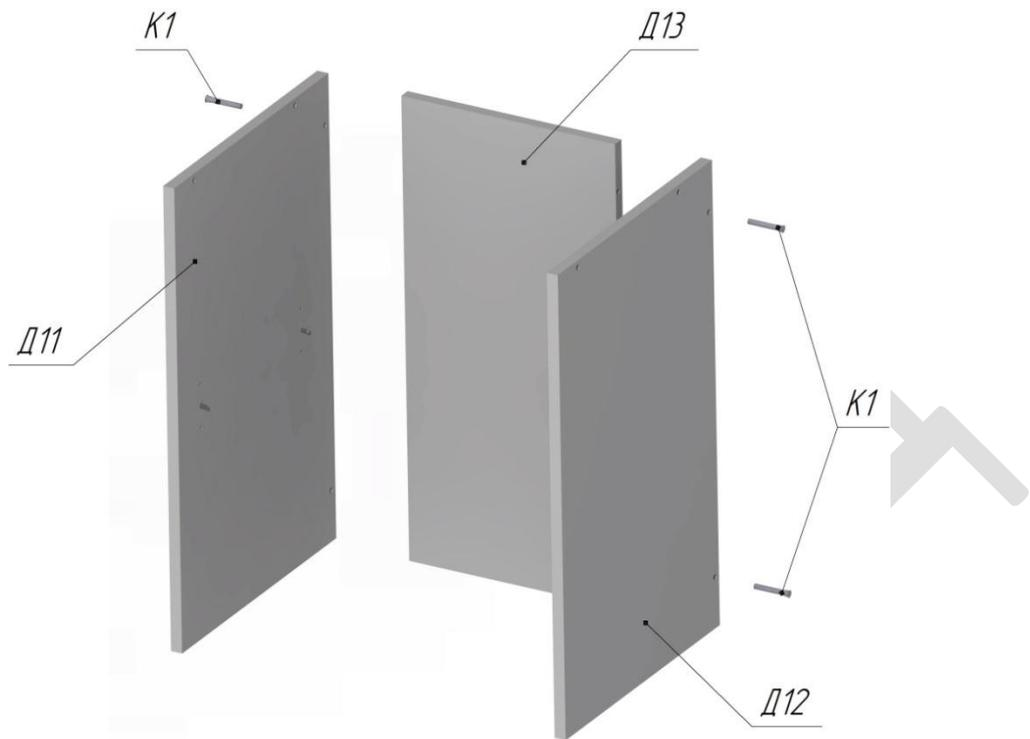

Рисунок 7
10. Соединить правую стенку Д12 и левую стенку Д11 с задней стенкой тумбы Д13 с помощью конфирматов К1 (4шт.). См.Рис.7. **КОНФИРМАТЫ НЕ ЗАТЯГИВАТЬ!**